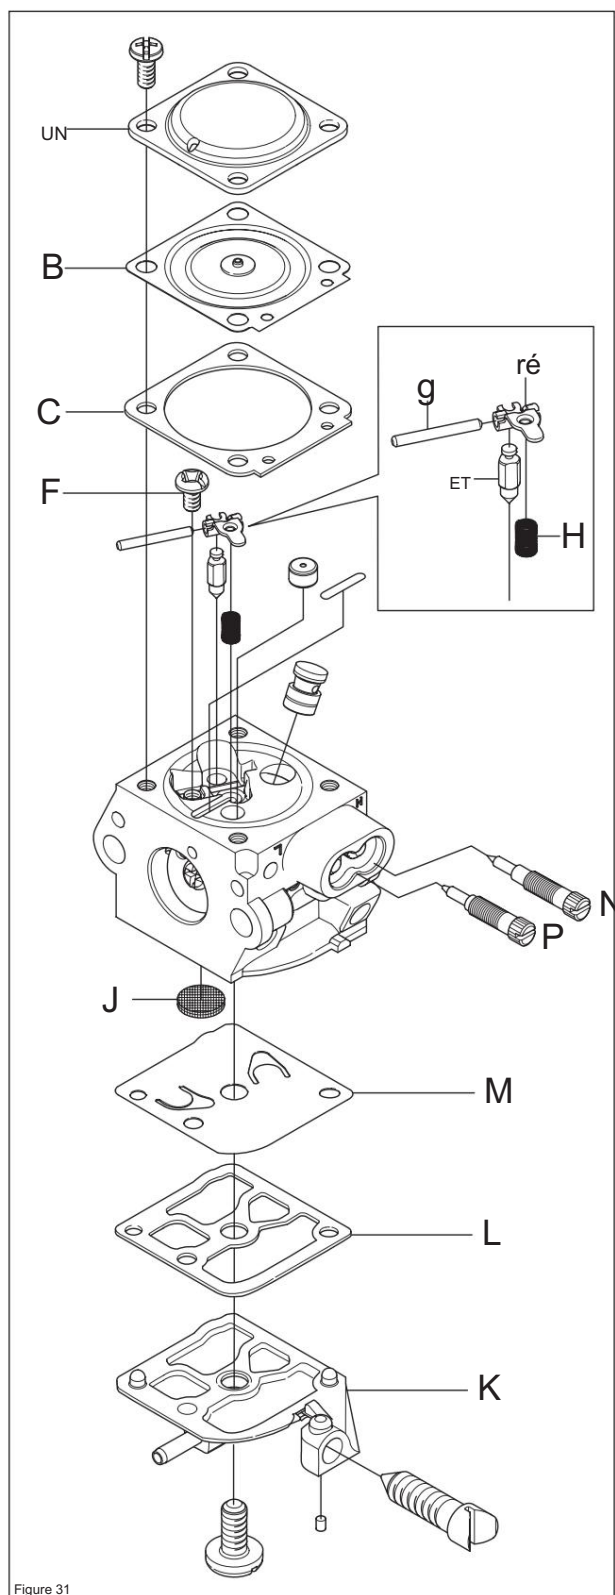

Figure 31
(voir figure 31)
3. Que le pointeau (D) et son levier (E) sont pas porté. (voir figure 31)
4. Que le tamis à carburant (J) est entier et propre. (voir schéma 31).
5. Que les pointes des vis de jet haut (N) et bas (P) ne sont pas endommagées. (voir figure 31)